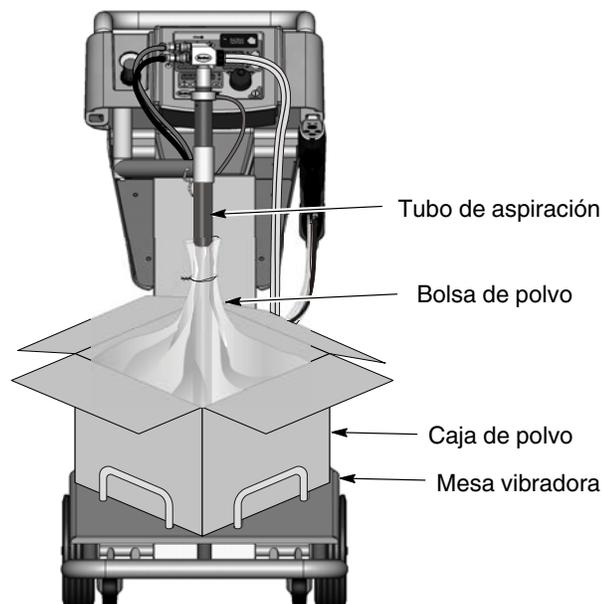

Figura 4-2 Instalación de la caja de polvo
2. Ver la figura 4-2. Colocar una caja de polvo en la mesa vibratoria.